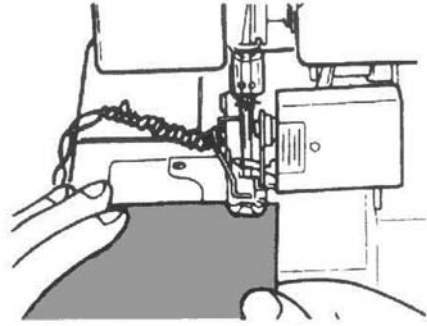

Bild 51
- Dra alla trådar bakåt och lägg dem något till vänster under pressarfoten ② på stygnplåten ⑬.
- Skruva handhjulet ⑥ 2 - 3 varv mot dig för att det ska bildas en kedja av de lösa trådarna.
- Sänk pressarfoten ② med spaken ④.
- Stoppa in tyget framifrån under pressarfoten ② och sy en provsöm (bild 51). Dra absolut inte i tyget, då böjs nålarna och kan till och med brytas av.